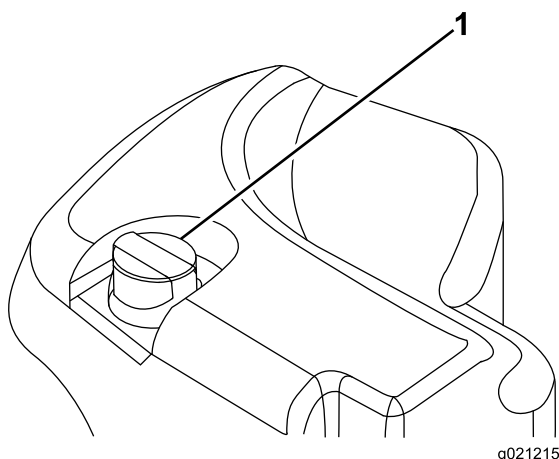

Figura 33
2. Limpe a zona em redor do tubo de enchimento e da tampa do depósito hidráulico (Figura 33).